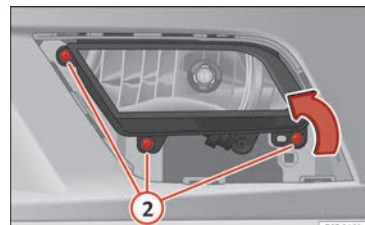

Abb. 213 Nebelscheinwerfer
» **Abb. 213** ②, um den Nebelscheinwerfer herauszunehmen.